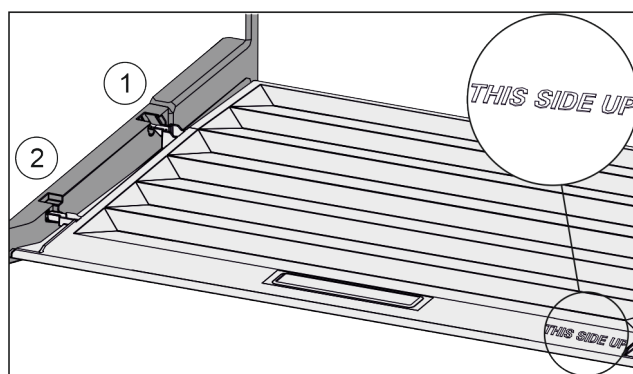

Fig. 94
- Introduire les rainures du couvercle par l'orifice du support arrière Fig. 94 (1) et les enclencher à l'avant dans le support Fig. 94 (2).